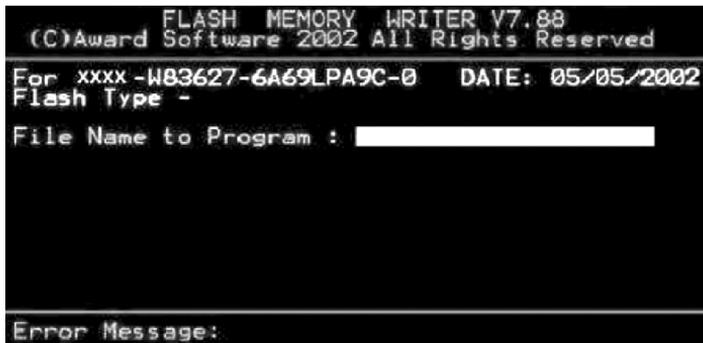

图 3-35 AWDFLASH 执行菜单界面
1) 首先下载对应主板型号的 xxxx. EXE 文件，再将它自动解压缩复制到 DOS 启动盘中。然后在纯 DOS 环境下输入“A: AWDFLASH”命令并按 Enter 键，即显示如图 3-35 所示的执行菜单。